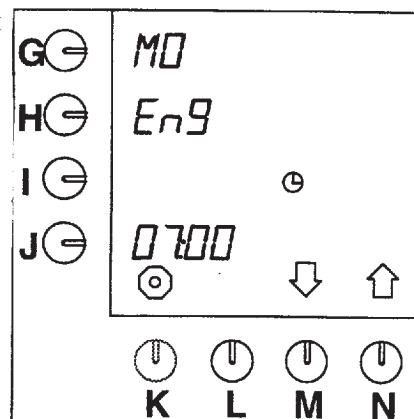

Рис.31 Язык настройки
- после 10 секунд настройка по умолчанию "EnG" появится на дисплее около программирующей кнопки (рис.31).